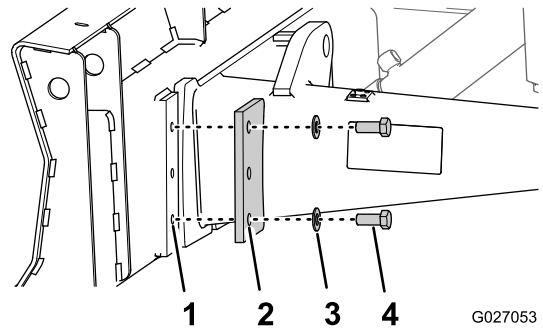

Figura 34
- Monte la hoja de relleno en la placa de montaje con 2 pletinas de retención, 4 pernos (5/8 x 1-1/2 pulgadas) y 4 arandelas (5/8 pulgada), y apriete los pernos a mano (Figura 34).